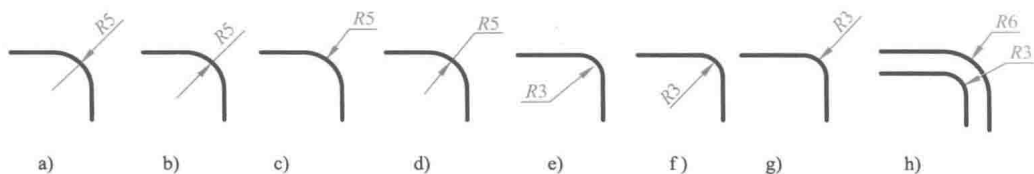

图 1-14 小圆弧尺寸的标注示例
4) 对于小圆弧尺寸,尺寸数字可以注写在尺寸线的延长线上;尺寸线可以由外指向内,如图 1-14 所示。